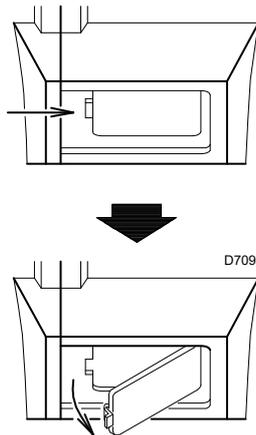

Abb. 30
**Flammensichtfenster (Abb. 30)**